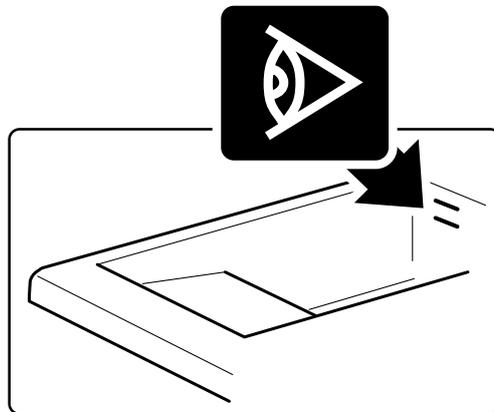

Fig. 5 Livello massimo/minimo di riempimento vasca
- Controllare sempre che il livello dell'olio sia tra il **livello massimo** e il **livello minimo** (indicato dalle tacche in rilievo nella parte interna alla vasca, vedi Fig. 5 *Livello massimo/minimo di riempimento vasca*).
**È severamente vietato accendere l'apparecchiatura in mancanza di olio nella vasca di cottura. Controllare sempre che il livello dell'olio sia tra il livello massimo e il livello minimo, indicato dalle tacche in rilievo nella parte interna alla vasca (Vedi Fig. 5 Livello massimo/minimo di riempimento vasca).**